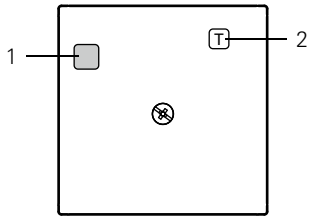

Figure 3
- Disjoncteur différentiel, figure 3